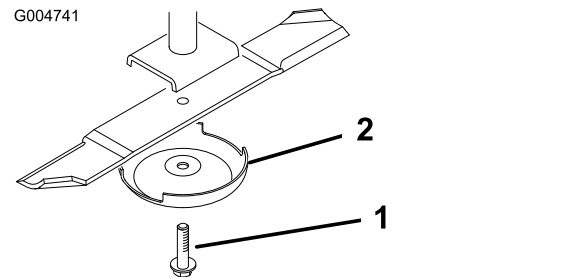

Figura 114
3. Retire del eje de la cuchilla el perno de la cuchilla, el protector de césped y la cuchilla (Figura 114).